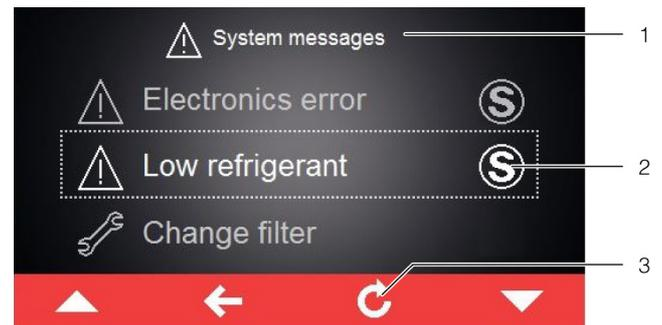

Fig. 46 : écran avec des messages de défaut
sage de défaut ainsi que dans la barre d'outils à côté du symbole pour les informations système (fig. 46, pos. 2).